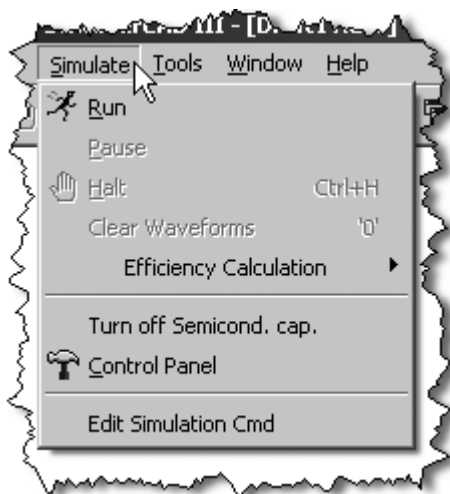

Рис. 5.6. Меню **Simulate**
- **Simulate** (Моделирование) — управление процессом моделирования (рис. 5.6):